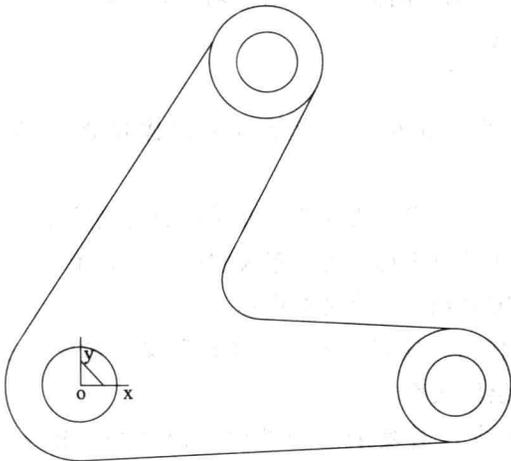

图 1.9 连杆平面图
(4) 单击“剪裁”图标  → 单击剪裁多余线 → 回车结束。
(5) 单击“圆弧过渡”图标  → 圆弧过渡 → 输入“半径”10 → 输入“精度”0.01 → 裁剪曲线1 → 裁剪曲线2，分别拾取两条裁剪曲线 → 右击结束，结果如图1.9所示。